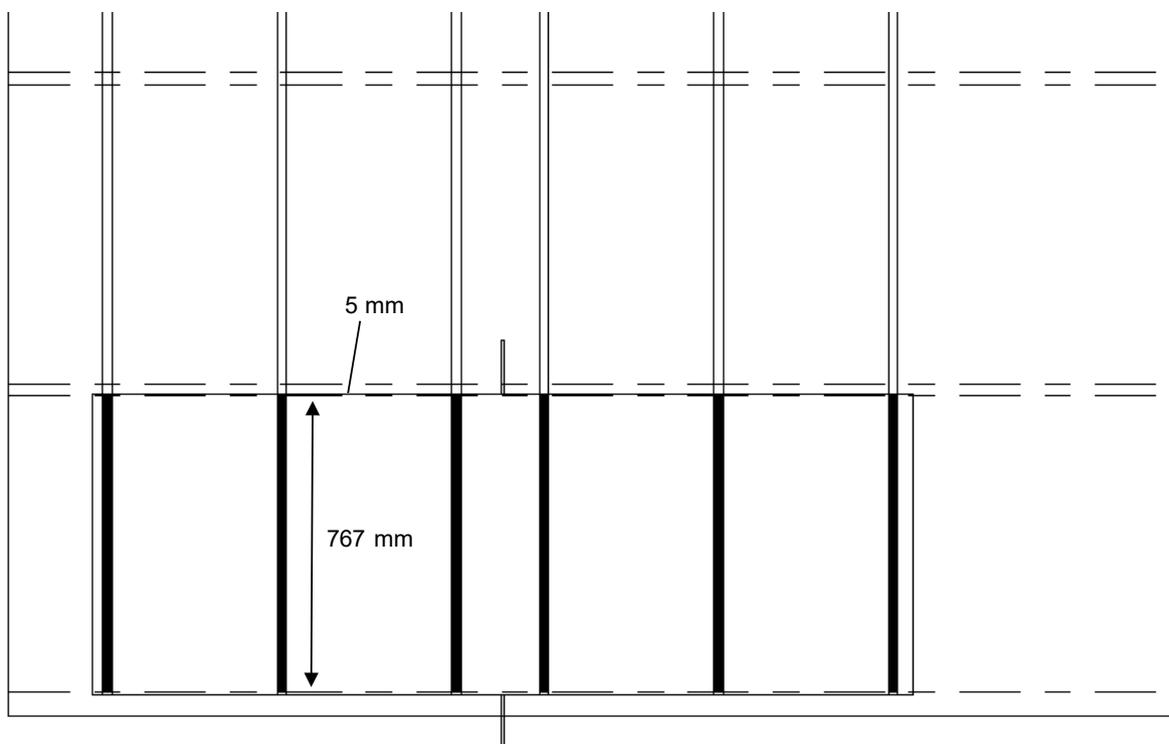

Figura 12
④ O comprimento do tubo de suporte é de 2390 mm, que é igual ao comprimento do adesivo aplicado na parte inferior. O comprimento do adesivo estrutural entre o tubo de suporte e o produto superior é de 767 mm, e as duas extremidades são recuadas 5 mm a partir do lado longo do produto Galaxy Plus (conforme mostrado na Figura 12).